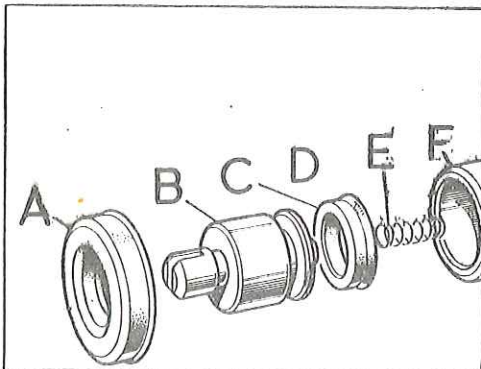

Fig. H-43 Componentes del cilindro de rueda
- 1.3. Soltar las tuercas y separar de la placa de anclaje los cilindros de rueda, -- desmontando seguidamente las tapas guardapolvos, A, émbolos, B, gomas, C, muelles, E, y cuando corresponda, los soportes, D, para la empaquetadura, (Fig. H-43).
- 3.3. Situar en el cilindro sus componentes, según se indica en la Fig. H-43.